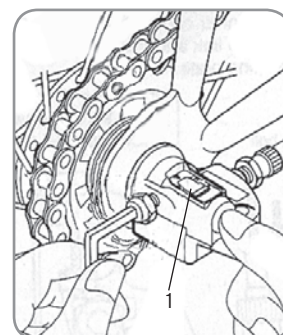

Figura 24. Cremalheira de três velocidades
2. Alinhe o indicador na janela da cremalheira com a linha da biela (Figura 24).